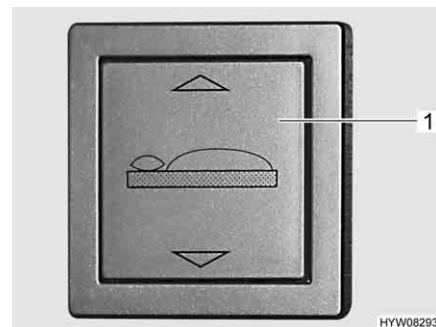

Fig. 80 Interruttore a bilico, comando letto di coda
- Premere in alto l'interruttore a bilico (Fig. 80,1) situato nel gavone di coda e tenerlo premuto finché il letto non si trova nella posizione desiderata o a finecorsa.